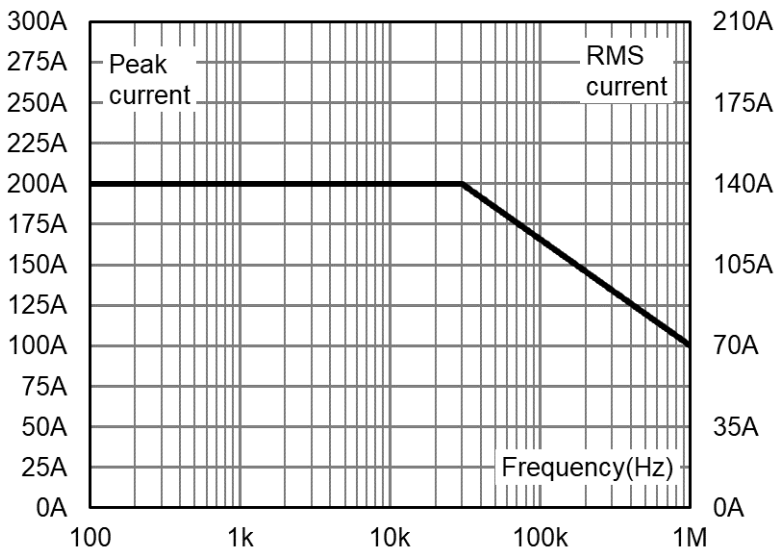

図 7: 最大電流 vs 周波数
*周波数によりディレーティングが必要です。図 7 の範囲内でご使用ください。